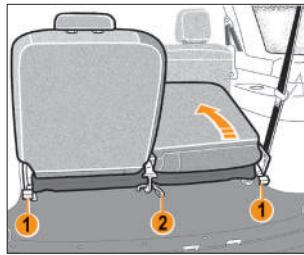

Рис. 2.3.3. Складывание сиденья третьего ряда по частям
**В вариантом исполнении** спинка сиденья третьего ряда складывается целиком (рис. 2.3.2) либо по частям (рис. 2.3.3) в соотношении 50/50.